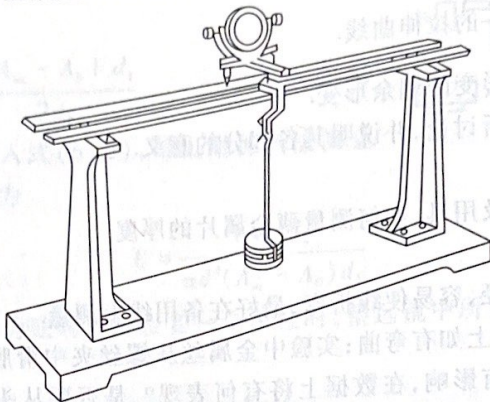

图 7-1
攸英装置如图 7-1 所示,在二支架上设置互相平行的钢制刀刃,其上放置待测棒和辅助棒,在待测棒上二刀刃间的中点处,挂上有刀刃的挂钩和砝码托盘,往托盘上加砝码时待测棒将被压弯,通过在待测棒和辅助棒上放置的光杠杆测量出棒弯曲的情况,从而求出棒材的弹性模量。
(1) 将待测棒和辅助棒并排放在二刀刃上,间隔要适应光杠杆的 d_1 值,检查刀刃与棒的接触情况,如有接触不佳就移动一下棒.
(2) 确定二刀刃的中点,放上挂钩及砝码托(挂钩及砝码托质量不计入 m 中)以及光杠杆(如图 7-1 所示).
(3) 安置尺度望远镜,调整好仪器,使从望远镜中看到标尺的读数在尺中点的下侧,测出第一个值 A_0 ,此时 $m=0$.
(4) 逐次增加砝码(每个质量相同),测出对应值为 A_1 、 A_2 、 A_3 、 \dots ,至少加 6 个,然后再逐个减去砝码测量.要做三次反复测量.